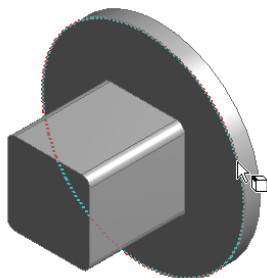

图 2-55 选中生成线体的边线
- 步骤 02** 单击鼠标选择如图 2-55 所示的圆边, 在参数设置列表中单击 **Apply** 按钮, 此时选中的边线呈绿色显示。